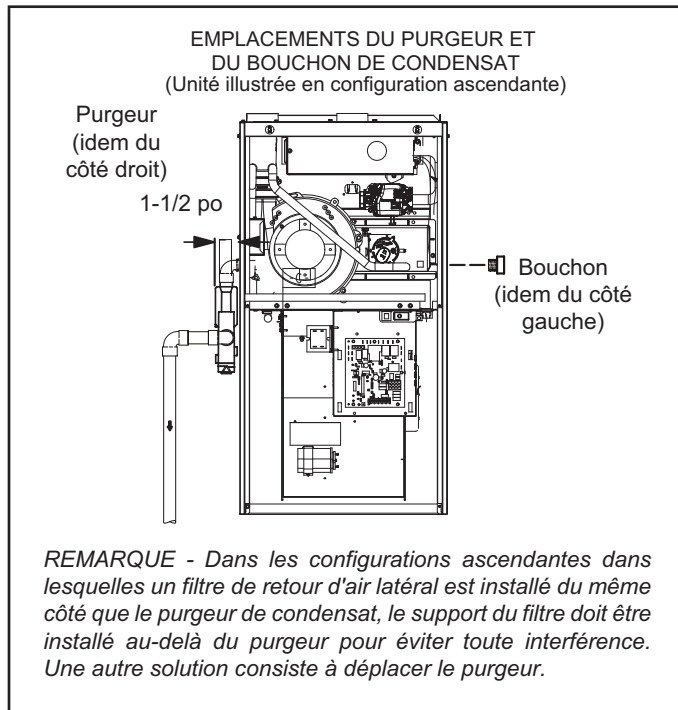
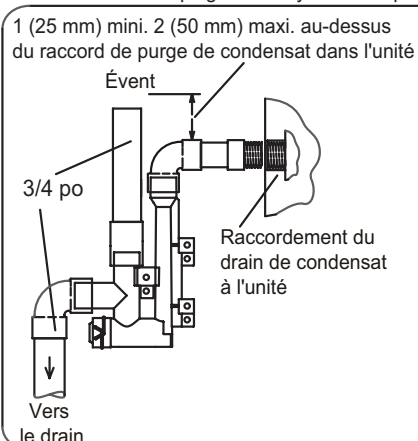

Figure 46
Figure 54
Reportez-vous aux Figures 46 et 48 pour les emplacements du purgeur de condensat. La Figure 54 illustre le purgeur avec un tuyau en PVC de 1/2 po ou de 3/4 po.
- 2 - Utilisez un grand tournevis plat ou une douille de 1/2 po pour retirer le capuchon (figure 46) du boîtier du collecteur de l'extrémité froide à l'emplacement approprié sur le côté de l'appareil. Installez un coude de 3/4 po NPT sur le boîtier du collecteur de l'extrémité froide. Utilisez de l'adhésif au Téflon ou un enduit d'enrobage approprié.
- 3 - Installez le bouchon sur l'ouverture de nettoyage à la base du purgeur. Fixez avec le collier. Reportez-vous à la Figure 54.
- 4 - Installez le purgeur avec des raccords en PVC appropriés et collez tous les joints. Collez le purgeur fourni comme illustré à la Figure 54. Acheminez le conduit de condensat jusqu'à un drain ouvert. La conduite de condensat doit maintenir une pente descendante de 1/4" entre l'appareil et le drain.